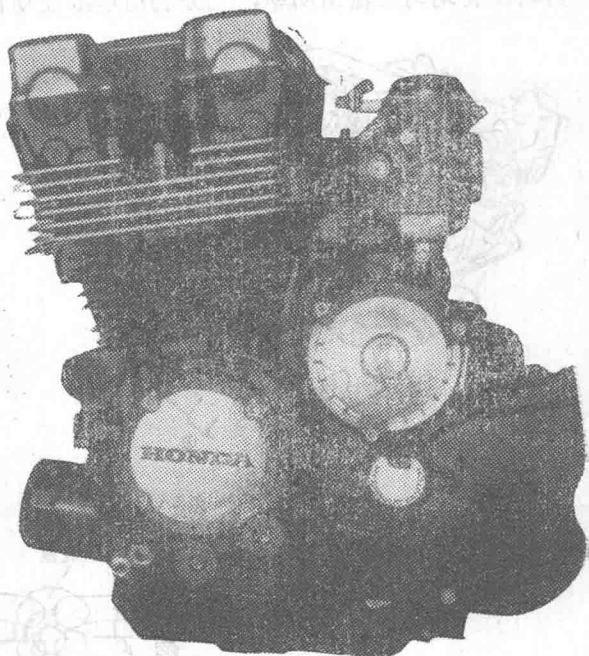

图 16
⑤ 为减小发动机的外型尺寸,许多车型将AC发电机从曲轴部移到气缸的后面。为防止发电机温度过高,有的还装有风扇(图16)。